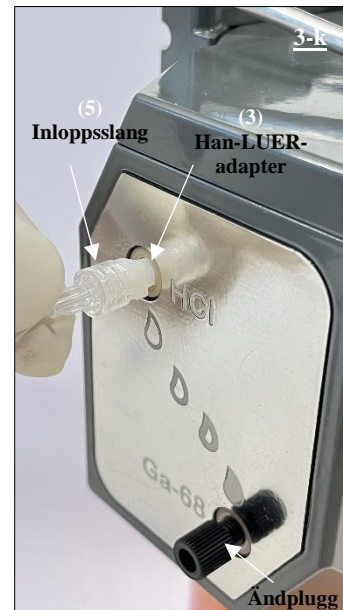

Fig. 20 Anslut hon- LUER-änden av inloppsförlängningsledningen (5) till den adapteranslutna HCl-porten
k) Anslut hon-LUER-änden av inloppsförlängningsledningen (5) till HCl-porten via den fastsatta adaptern. (Se fig. 20.)